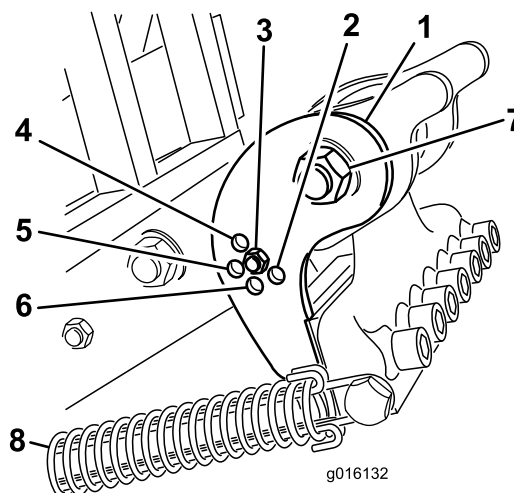

Рисунок 38
Установите дугообразный кронштейн (Рисунок 38) в надлежащее положение в зависимости от длины зубьев. Упор вала устанавливается в 1 из 5 предусмотренных положений путем выбора отверстия, через которое пропускается регулировочный стержень. Эти отверстия обеспечивают только предварительную установку; например, используя 10-дюймовый зуб в положении «12 дюймов», можно получить более гладкий газон; все зависит от условий применения.
3. Снимите пружину растяжения с головки с зубьями (Рисунок 38).
4. Удалите гайку и болт из регулировочных отверстий в дугообразном кронштейне (Рисунок 38).